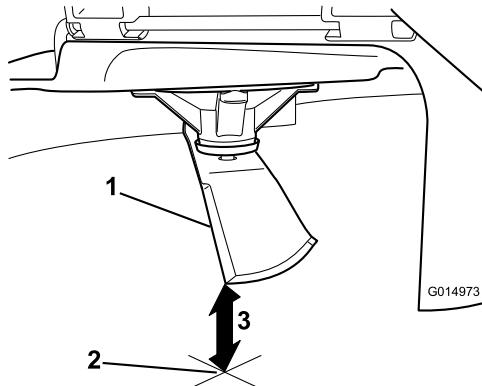

Bild 76
3. Messen Sie von der Messerspitze bis zu ebenen Fläche (Bild 76).